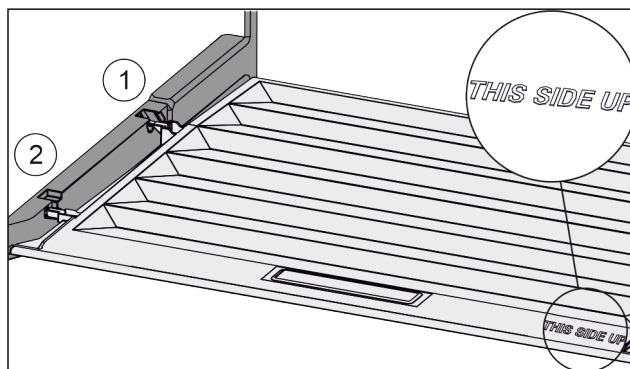

*Fig. 36*
- ▶ Deksel tot de opening in de vasthouddelen naar voren trekken *Fig. 36 (1)*.
- ▶ Aan de achterkant vanaf de onderkant omhoog tillen en vanaf de bovenkant verwijderen *Fig. 36 (2)*.